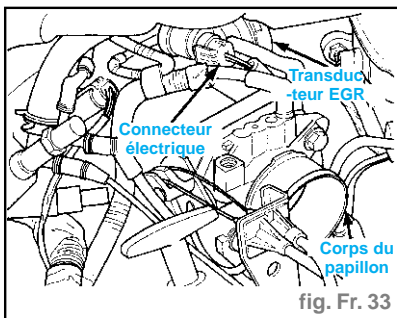

fig. Fr. 33
- Déposer le connecteur du faisceau de câblage du transducteur de la soupape EGR (recyclage des gaz d'échappement) (fig. Fr. 33).
- Poser le connecteur du faisceau de câblage sur le transducteur de la soupape EGR (fig. Fr. 33).